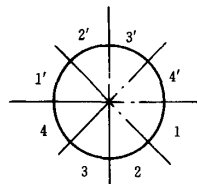

图2 施焊顺序
(4) 由于此心环直径较大,若只在一边堆焊易产生变形,因此采取两个焊工在两边对称地分段施焊,如图2所示,焊接时各层的引弧、熄弧接头处要错开。每焊完一层,应仔细地清理焊渣,各层焊道应按一定角度错开,以使堆焊层厚度均匀增高,并减少夹渣。